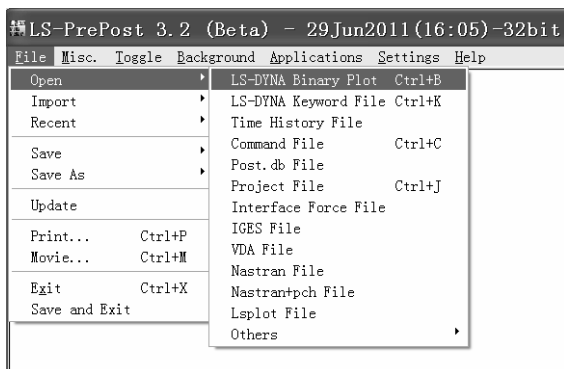

图 4-66 打开计算结果文件
(3) 单击操作界面左上角的 File 下拉菜单、依次打开“Open”→“LS-DYNA Binary Plot Ctrl+B”(见图 4-66),弹出“Open File”窗